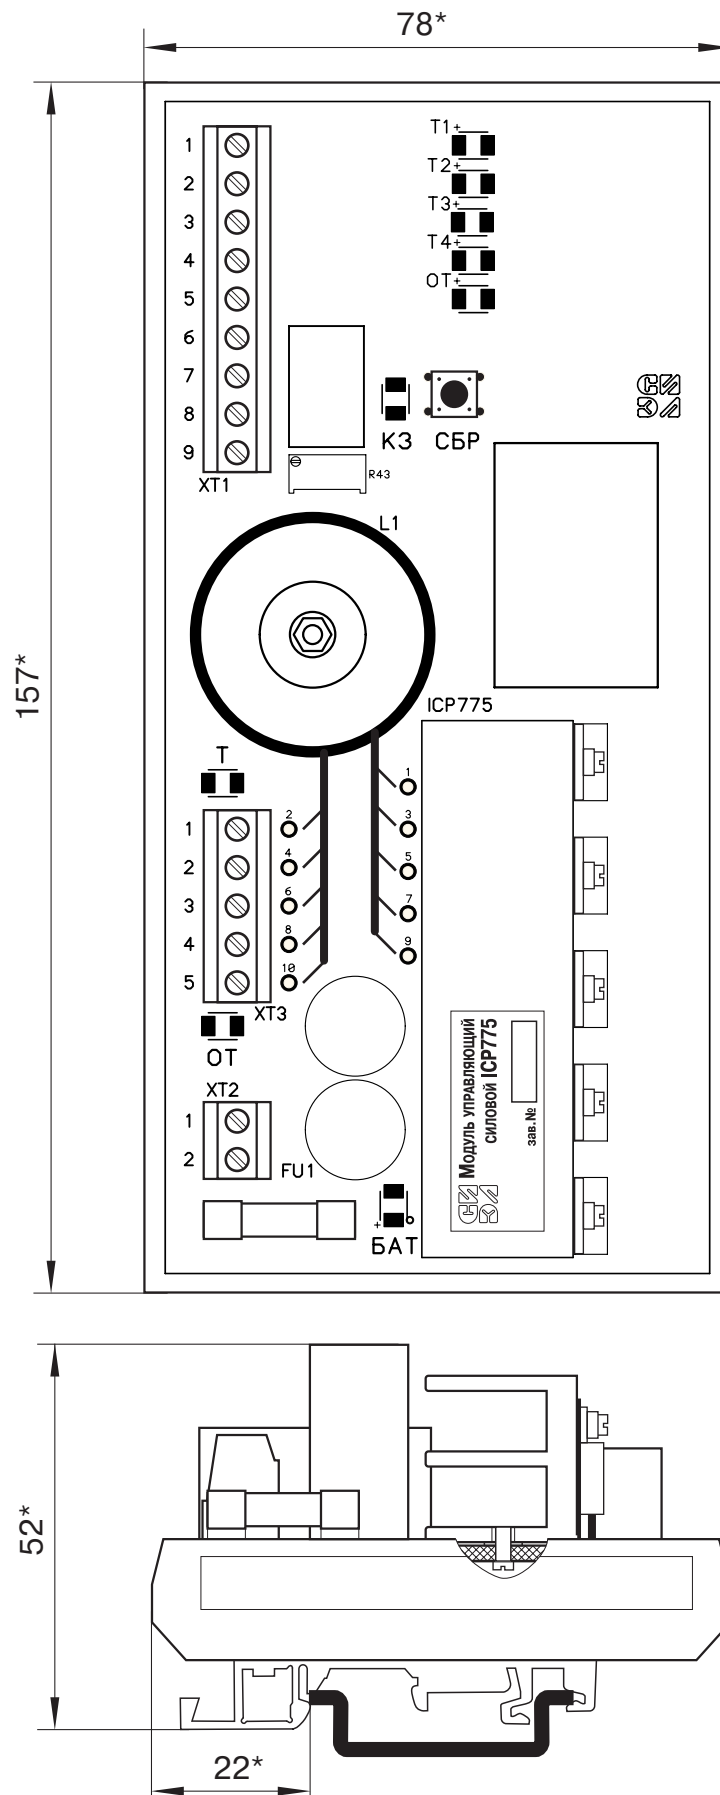

Рис. 2. Модуль управляющий силовой ICP/775. Чертеж общего вида.
МУС (см. рис. 2) выполнен на плате печатного монтажа, установленной в стандартный пластмассовый корпус, приспособленный для установки на DIN-рейку TH35 мм.
- 7.4. Контроль работоспособности изделия производится путем тестирования отдельных МУС с использованием прибора ПКД-775 (см. Пульт контроля и диагностирования модулей управляющих силовых ICP/775. Паспорт). Для проведения тестирования МУС должен быть отключен (провода отсоединяются от зажимов МУС ХТ1...ХТ3) и снят с DIN-рейки, а после проведения тестирования установлен на штатную позицию и правильно подключен согласно схеме электрической соединений ШС(см. рис. 2).